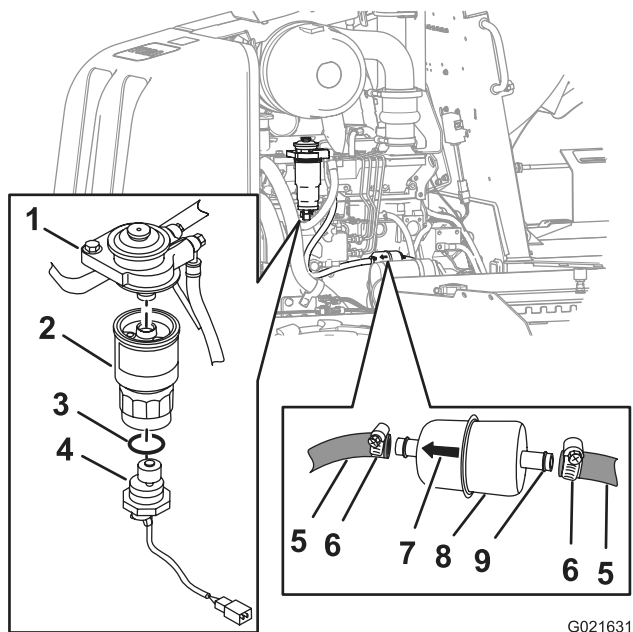

Bild 56
- D. Fassen Sie den sekundären Kraftstofffiltereinsatz fest an, drehen Sie ihn nach links und nehmen ihm vom Filteradapter ab (Bild 56).
- C. Fassen Sie den sekundären Kraftstofffiltereinsatz fest an, drehen Sie den Wassersensor nach links und nehmen den Wassersensor ab (Bild 56).
- B. Fluchten Sie den sekundären Filtereinsatz mit dem Filteradapter aus (Bild 56).
- D. Schieben Sie den neuen O-Ring auf den Wassersensor (Bild 56).
- E. Fluchten Sie den Wassersensor mit der Unterkante des sekundären Kraftstofffilters aus (Bild 56).
- F. Fassen Sie den sekundären Filtereinsatz fest an und drehen Sie den Wassersensor nach rechts, bis er angezogen ist (Bild 56).
3. Lösen Sie die Schlauchklemmen und schließen Sie den Hauptkraftstofffilter von den Kraftstoffschläuchen ab (Bild 56).
4. Fluchten Sie den neuen Hauptkraftstofffilter mit den Schläuchen aus; der Pfeil auf dem Filter muss nach vorne zeigen (Bild 56).
5. Schieben Sie die Schläuche auf das Schlauchanschlussstück des Hauptkraftstofffilters und ziehen die Schlauchklemmen an (Bild 56).